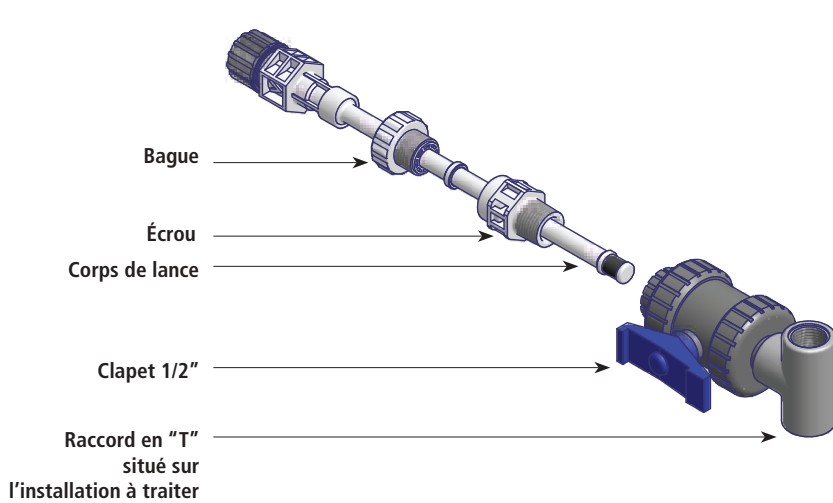

FIG. 1.
- Assembler la lance d'injection tel qu'indiqué sur la figure 1.